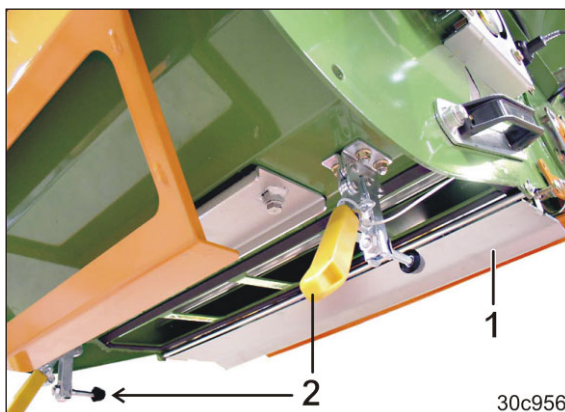

Рис. 239
2. Откройте клапан высевной коробки (Рис. 239/1).
Клапан фиксируется быстрозажимными приспособлениями (Рис. 239/2).